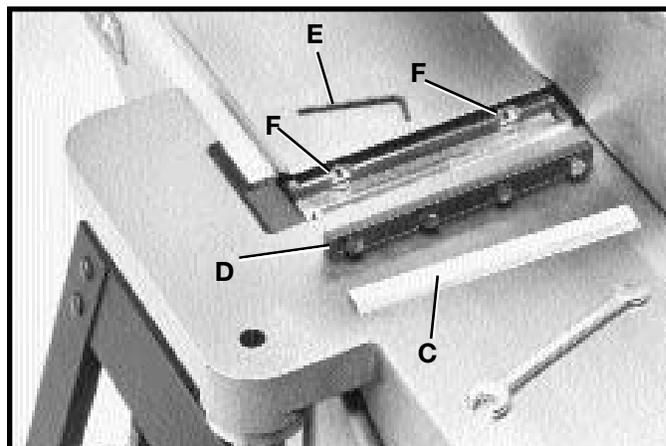

Fig. 58
5. La Fig. 58 ilustra la cuchilla (C) y la barra de cierre de cuchillas (D) quitadas del cabezal de corte. Retire las dos cuchillas restantes con sus respectivas barras en la misma manera.
6. Utilizando la llave (E) Fig. 58, baje los dos bloques de ajuste de cuchillas girando los tornillos (F) contra el sentido de las agujas del reloj en las tres ranuras del cabezal de corte.
8. Reponga las barras de cierre de cuchillas (D) Fig. 58 y las cuchillas (C) dentro de cada ranura en el cabezal de corte.